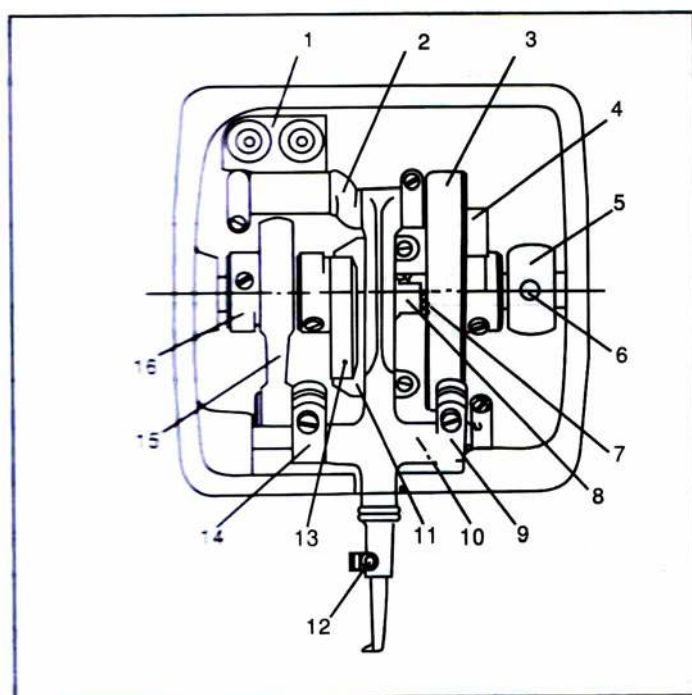
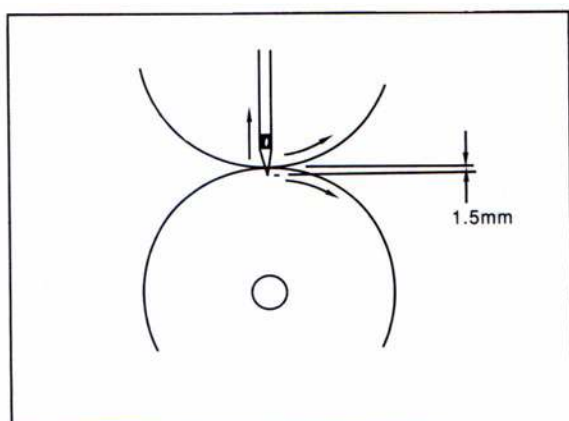
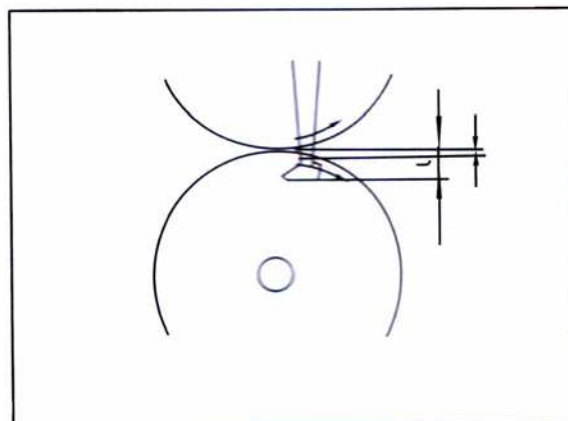
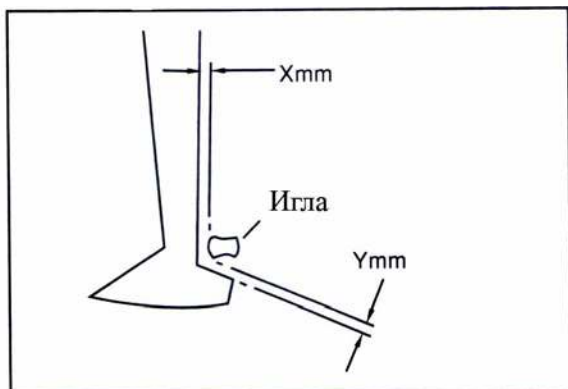

Рис. 5
Рис. 10
Рис. 11
Рис. 12
Перед регулировкой должна быть осуществлена синхронизация, грубая установка кулачка и эксцентрик. Прежде всего, поверните маховое колесо слева от машины, установите игловодитель в максимальную переднюю позицию, затем откройте крышку, осуществите грубую установку кулачка и эксцентрик в соответствии с рис. 5.
В момент, когда игловодитель возвращается, острие иглы должно выступать перед краем заднего ролика на расстояние 1,5 мм, см. рис. 10. Если требуется регулировка, то нужно ослабить крепежный вид эксцентрика на главном вале (рис. 5) и крутить эксцентрик до тех пор, пока не установите необходимую синхронизацию, затем затяните винт эксцентрик.
Когда петлитель находится в крайнем переднем положении, зазор (τ) между острием петлителя и краем заднего диска должен быть: для GP4-4, $\tau=6^{+0.3}$ мм; для GP4-5, $\tau=6.5^{+0.3}$ мм; для GP4-6, $\tau=7.5^{+0.3}$ мм. При необходимости ослабьте винты (рис. 5), переместите петлитель внутрь или наружу и снова затяните винт (рис. 11).
1) Между петлителем и иглой должен быть зазор согласно (рис. 12) и таблицы, когда игла находится в крайнем заднем положении. Если необходима регулировка, ослабьте винт держателя петлителя (рис. 5), поверните петлитель (без перемещения наружу или внутрь), чтобы сохранить зазор между острием петлителя и краем заднего ролика).